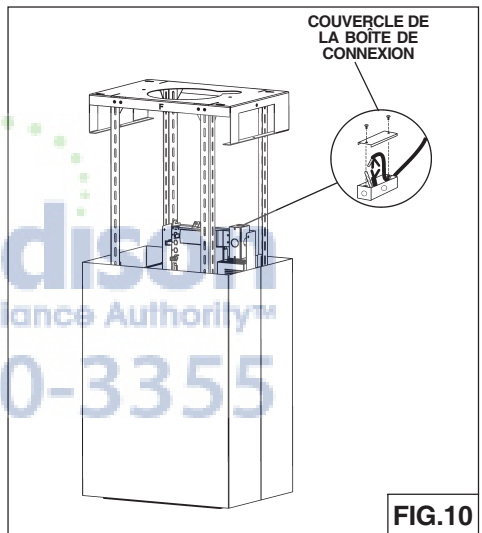

FIG.10
1. Enlevez le couvercle de la **boîte de connexion électrique**. Ouvrez un trou de la boîte de connexion électrique (Fig.10).